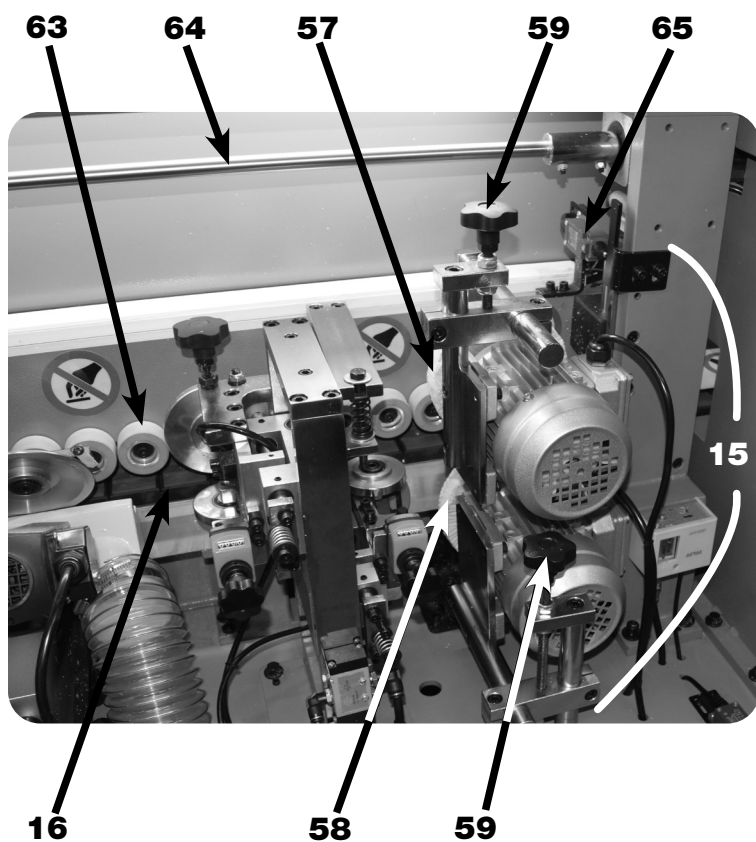

FIGURA 13 – Estação / Grupo do Polidor
Este Polidor (15) é formado pela Roda de Polir Superior (57) e a Roda de Polir Inferior (58) (figura 13), movidas por motores elétricos.
Sobre a Esteira de Transporte (16) estão posicionados os Roletes de Encosto (63), que apoiam a superfície superior do painel e devem ser ajustados de acordo com a espessura do painel (figura 13).
A altura máxima de altura destes Roletes (63) é delimitada por meio da Chave de Fim de Curso (65), localizada próxima ao Grupo do Polidor (15) (figura 13).